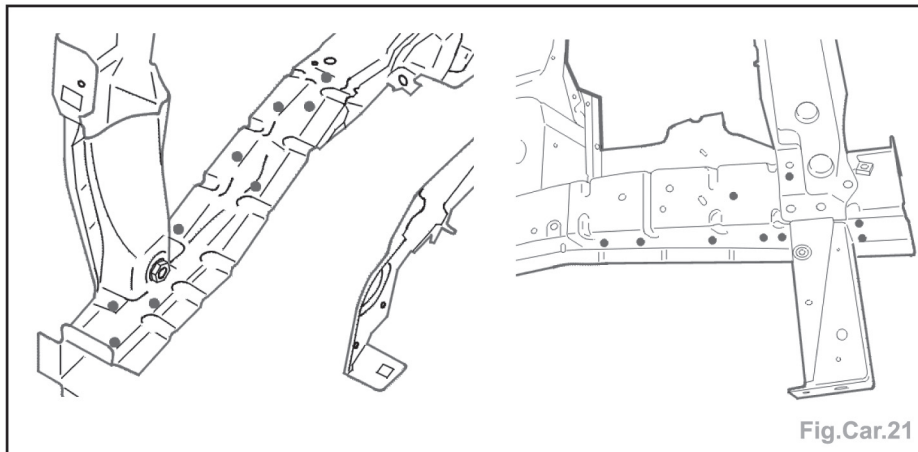

Fig.Car.21
- Souder par points électriques (Fig.Car.21).